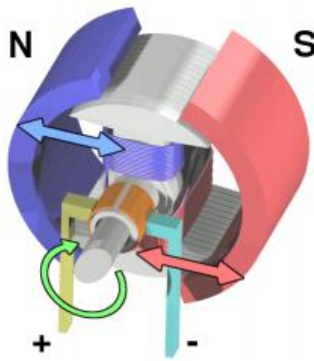

Figura 5 – Esquema de motor DC
Denomina-se motor de corrente contínua (DC) a qualquer classe de máquina elétrica em que um rotor converte energia elétrica em energia mecânica. A velocidade de um motor DC (Figura 5) pode ser monitorizada de diferentes formas, no qual inclui a tensão (ou corrente contínua) que lhe é fornecida. Existem algumas maneiras de utilizar sinais digitais de forma a poder controlar a velocidade de um motor, o mais usado é o sinal PWM, já aprofundado em trabalhos anteriores.